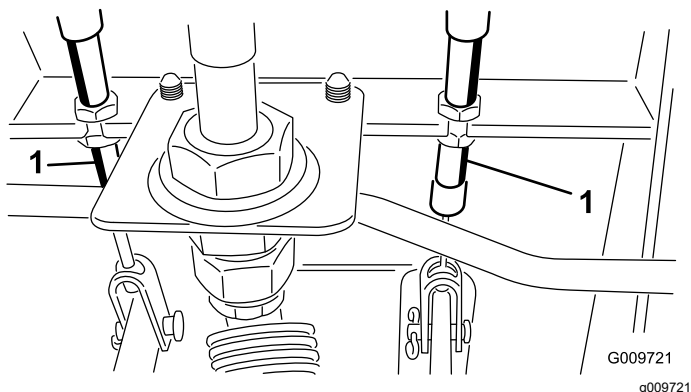

Figure 113
- A. Desserrez l'écrou avant sur l'extrémité fileté du câble de frein (Figure 113).